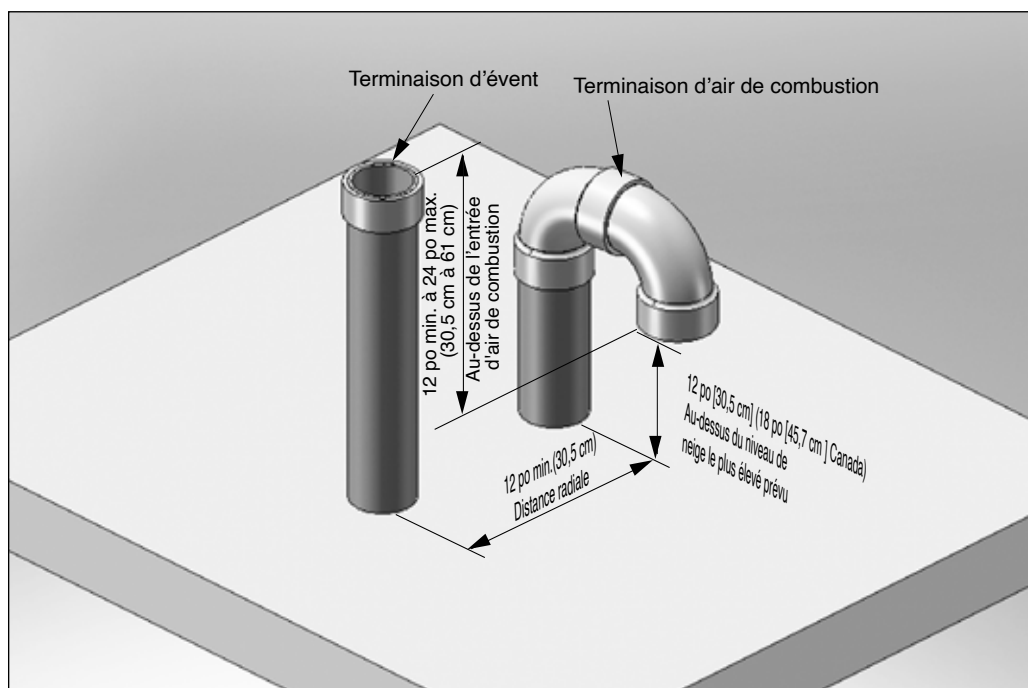

Fig. 1 - Ventilation directe - Terminaison verticale de la tuyauterie de ventilation et d'air de combustion.
2. La tuyauterie d'air de combustion doit être terminée en forme de « U » à l'envers, comme l'illustre la **Fig. 1** en page 12. La terminaison doit être située à 12 po [30,5 cm] (18 po [45,7 cm] au Canada) au-dessus du niveau de neige prévu le plus élevé.
3. La tuyauterie de ventilation doit être terminée à la verticale avec un raccord qui accepte une grille aviaire, et elle doit être située de 12 po à 24 po [30,5 cm à 61 cm] au-dessus de l'entrée d'air de combustion, comme illustré à la **Fig. 1** en page 12.
4. Les terminaisons d'air de ventilation et d'air de combustion doivent être localisées à une distance radiale de 12 po à 24 po [30,5 cm à 61 cm] de la ligne centrale de la terminaison de ventilation, comme illustré à la **Fig. 1** en page 12.
3. Localisez le tuyau d'événement et le tuyau d'air de combustion de manière à créer les dégagements décrits à la **Fig. 1 en page 12**.
2. La tuyauterie d'air de combustion doit être terminée en forme de « U » à l'envers, à l'aide de deux coudes de 90°, comme l'illustre la *Fig. 1 en page 12*.
3. La tuyauterie d'évent doit se terminer à la verticale avec un raccord, comme illustré à la *Fig. 1 en page 12*.
N'allongez pas le tuyau d'évent au-dessus du toit, au-delà des dimensions illustrées à la *Fig. 1 en page 12*. L'exposition prolongée du tuyau d'évent pourrait causer le gel du condensat et bloquer le tuyau d'évent, entraînant des dommages matériels substantiels, des blessures graves ou la mort.